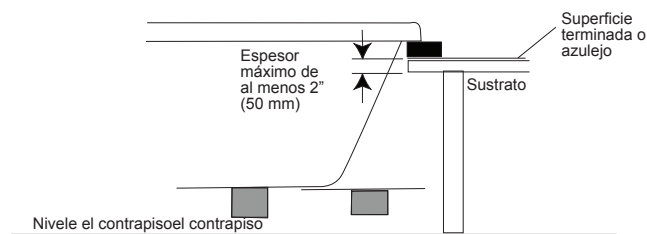

Figura 9 - Instalación empotrada (vista lateral)
- 8 Inspeccione todos los accesorios, las instalaciones de fontanería y las líneas de control luego de insertar la bañera para asegurar que los componentes no estén dañados, desconectados o en contacto con el sustrato de la superficie terminada o con los componentes de soporte (Figura 9).